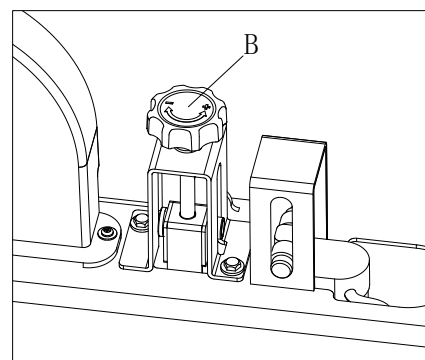

Figura 21
5. Rotiți dispozitivul de reglare a periei principale (B, Figura 21) din partea dreaptă a mașinii, după cum se arată mai jos: